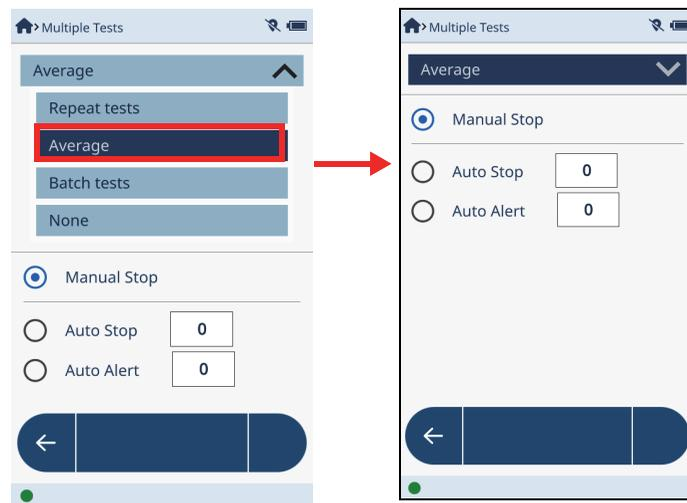

图 2-10 平均对话框（右图）
3. 在**Multiple Tests**（多次检测）屏幕的菜单中，点击**Average**（平均），显示可以使用的平均选项（参见第31页的图 2-10）。